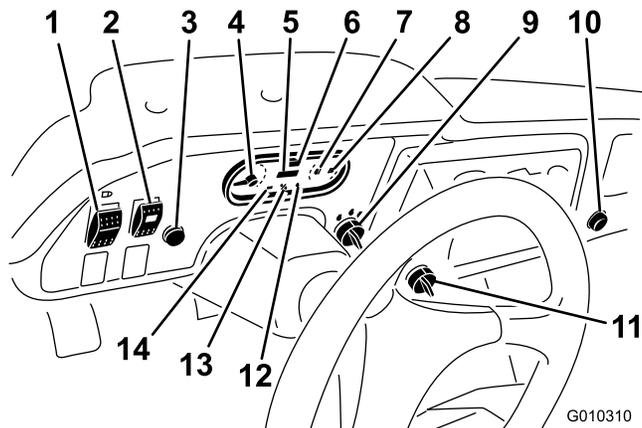
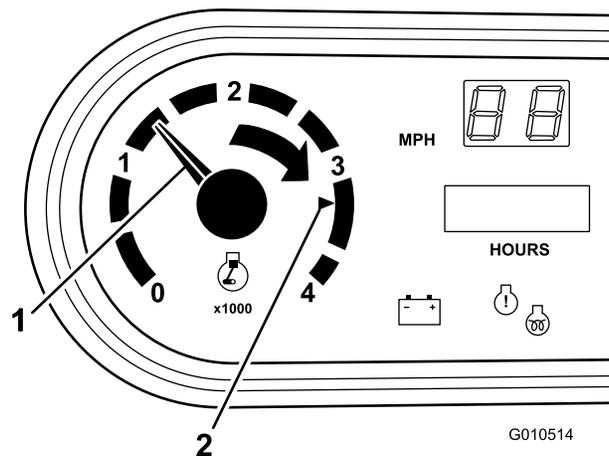

Рисунок 8
Рисунок 9
Используйте выключатель зажигания (Рисунок 8) для запуска и останова двигателя. Он имеет три положения: «ВЫКЛ.» (OFF), «Вкл.» (ON) и «ПУСК» (START). Для включения электродвигателя стартера поверните ключ по часовой стрелке в положение ЗАПУСК. Когда двигатель заведется, отпустите ключ. Ключ автоматически вернется в положение Вкл. Чтобы заглушить двигатель, поверните ключ против часовой стрелки в положение ВЫКЛ.
Счетчик моточасов показывает полную наработку машины в часах. Счетчик моточасов (Рисунок 8) начинает действовать, как только ключ запуска двигателя поворачивается в положение «Вкл.» или при работе двигателя.
Переведите переключатель ограничителя скорости (Рисунок 8) в положение «МЕДЛЕННО» (SLOW) и извлеките ключ. Этот переключатель ограничивает частоту вращения двигателя значением 2200 об/мин, когда машина находится на третьей передаче высокого диапазона, который ограничивает скорость движения значением 21 км/ч.
Нажмите на выключатель освещения (Рисунок 8) для включения или выключения фар.
Предупреждающий индикатор давления масла (Рисунок 8) загорается, если при работающем двигателе давление масла падает ниже безопасного уровня. Если индикатор мигает или горит постоянно, остановите машину, заглушите двигатель и проверьте уровень масла. Если уровень масла низкий, но долив масла не приводит к отключению лампы при повторном запуске двигателя, немедленно заглушите двигатель и обратитесь за помощью к местному дистрибьютору компании Того.
Индикатор запальной свечи (Рисунок 8) загорается красным светом, когда включаются запальные свечи.
Регистрирует температуру охлаждающей жидкости в двигателе. Работает только тогда, когда выключатель зажигания находится в положении «ВКЛ.» (ON) (Рисунок 8). Если двигатель перегрет, то предупреждающий индикатор горит мигающим красным светом.
Загорается, когда аккумуляторная батарея разряжается. Если этот индикатор горит во время работы двигателя, остановите автомобиль, заглушите двигатель и проверьте возможные причины, например, ремень генератора (Рисунок 8).
Указатель топлива показывает количество топлива в баке. Он работает только тогда, когда выключатель зажигания находится в положении «ВКЛ.» (ON) (Рисунок 8). Красный цвет указывает на низкий уровень топлива, а мигающий красный указывает, что бак почти пуст.
Чтобы привести в действие гидравлическую систему с большим расходом, поверните выключатель (Рисунок 8).
При нажатии на кнопку звукового сигнала активируется звуковой сигнал (Рисунок 8).
Регистрирует частоту вращения двигателя (Рисунок 8 и Рисунок 9). Белый треугольник показывает частоту вращения вала механизма отбора мощности 540 об/мин (Рисунок 9).
Регистрирует скорость движения автомобиля (Рисунок 8). Спидометр проградуирован в милях в час, но легко перенастраивается на километры в час Переделка спидометра \(страница 60\).
Используйте электрическую розетку (Рисунок 8) для питания дополнительных 12-вольтных электрических устройств.